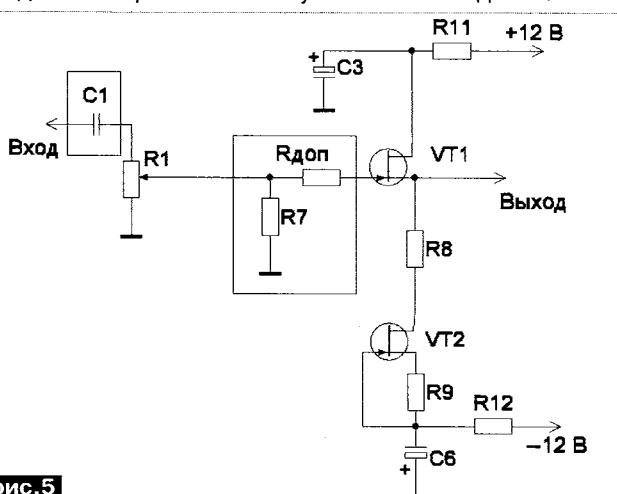

рис.5
Как указано выше по рекомендациям [5], из схемы исключался штатный входной делитель напряжения (рис.5). Разделительный конденсатор C1 (его емкость увеличена с 0,33 мкФ до 4,7 мкФ) включался в разрыв сигнального провода, «перед» регулятором громкости R1. Это позволяло за счет увеличения номинала резистора R7 (между затвором и истоком VT1 типа КП303) в 10 раз повысить входное сопротивление каскада. Так минимизируют шунтирование регулятора громкости входным сопротивлением усилителя. Разделительный
**Детали (рис.5).** R1 – 100 кОм, R7 – 4,7 МОМ, R8 – 330 Ом, R9 – 330 Ом (подборный), R11 и R12 – 150 Ом, Rдоп – 1...3 кОм, C1 – K73-17 4,7 мкФх63 В, C3 и C6 – 47...100 мкФ 25 В, VT1, VT2 – КП303Г(Д).
Поэтому целесообразно применить схему рис.5 и подключение через разделительный конденсатор номиналом 4,7 мкФ. Дело в том, что искажения конденсаторов меньше, чем искажения в «перегруженном» регуляторе громкости.